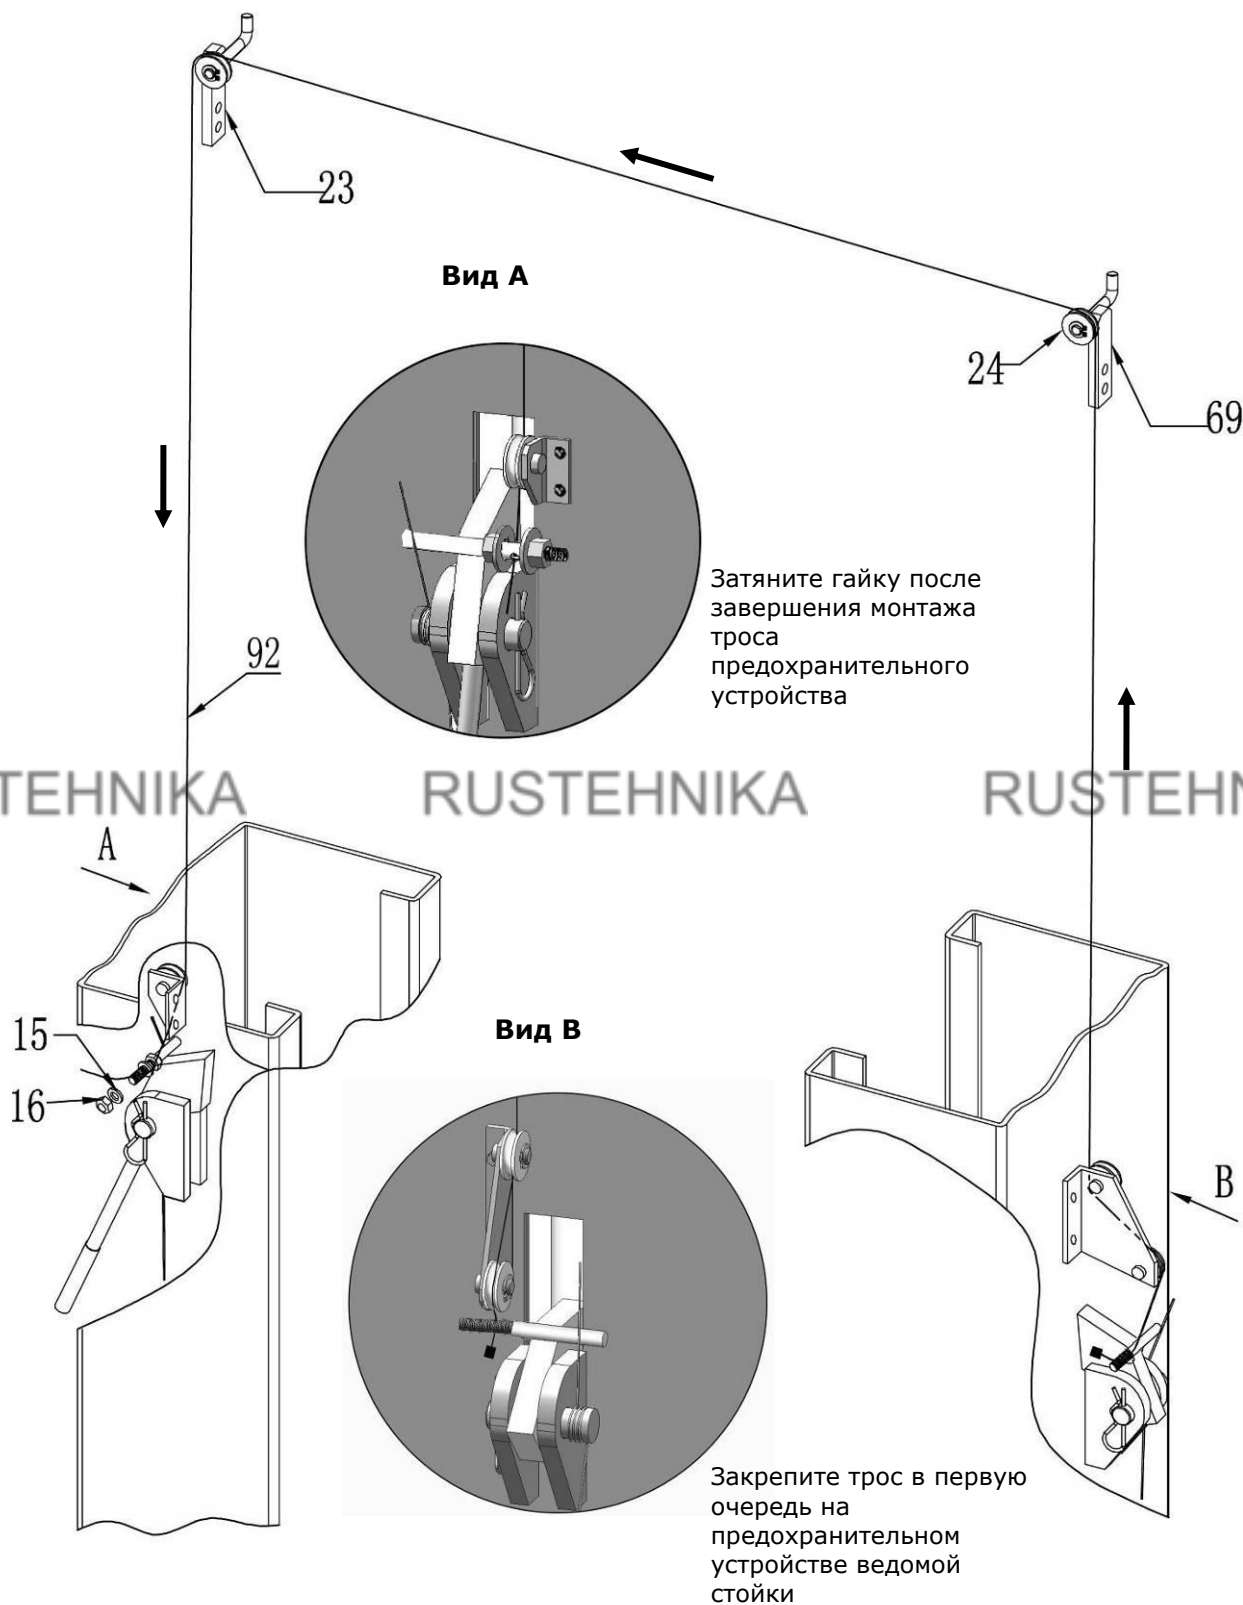

**Рис. 25**
**L. Установите гидравлическую силовую станцию и масляный шланг (см. рис. 25).**